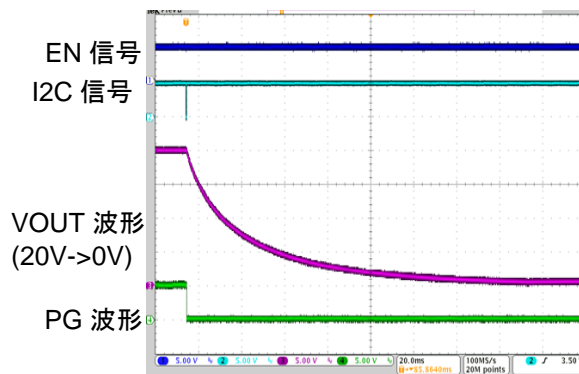
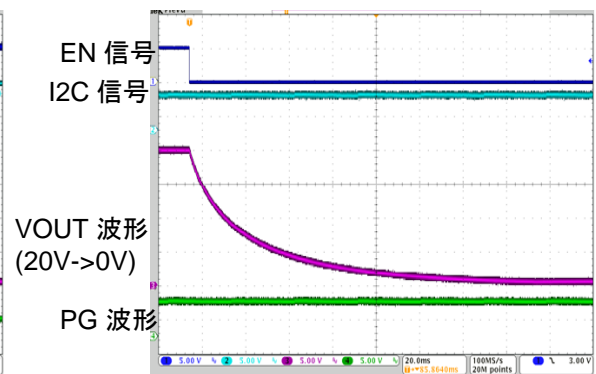

図 2.5 VOUT 停止波形 (I2C 制御)
図 2.6 VOUT 停止波形 (EN 制御)
- 1) I2C で DCON ビットを”0”にすると、DCDC 回路が停止し、VOUT が低下します(図 2.5)。同様に、EN に Low 電圧を入力すると、DCDC 回路が停止し、VOUT が低下します。但し、デバイスのレジスタもリセットされるため、出力電圧、最大出力電流の設定は初期化されます(図 2.6)。